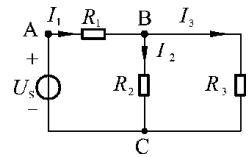

图 2.1.1 实验电路图
(1) 阅读仪器仪表使用手册，了解万用表和直流稳压电源的工作原理及使用方法（见第 6 章）。
(2) 预习实验电路图 2.1.1。计算电流  $I_1$ 、 $I_2$ 、 $I_3$  和电压  $U_{AB}$ 、 $U_{BC}$ 、 $U_{CA}$ ，并记录在表 2.1.1 中。
(4) 将电阻箱按实验电路图 2.1.1 放置。先接由电阻  $R_1$ 、 $R_2$  和电源  $U_S$  构成的回路线路，
(7) 实验测量数据经指导教师检查后，关闭稳压电源和实验供电板开关，拆线。将所用的实验仪器、仪表及器件整理放置好，将导线整理好。
(8) 把所有仪器、仪表及器件的精度等参数记录在表 2.1.3 中。